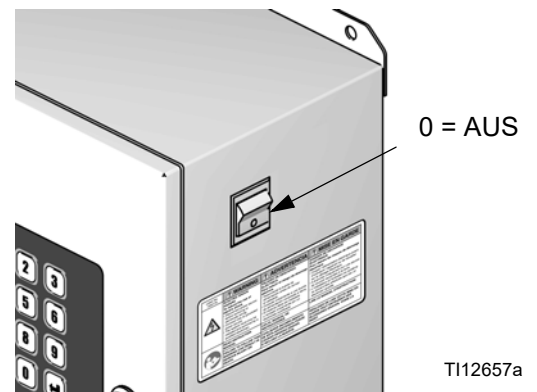

ABB. 14: Ausschalten
3. Schalten Sie die Stromversorgung des ProMix 2KS ab (Position 0). ABB. 14.